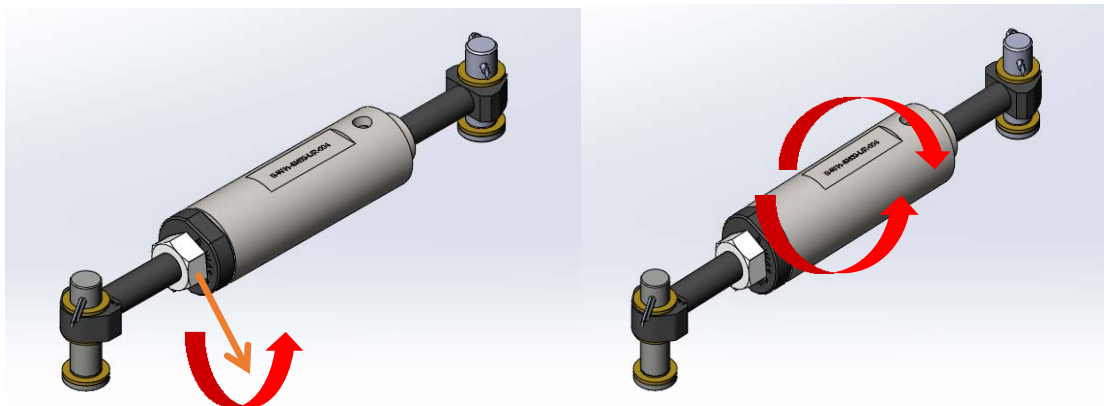

图 22-定位螺母及锁紧调整模块调节过程示意图
1. 将螺杆上的定位螺母逆时针拧松，顺时针/逆时针拧动锁紧调节模块，调整到合适长度，以便于设备卡住轨道。（图 22）。